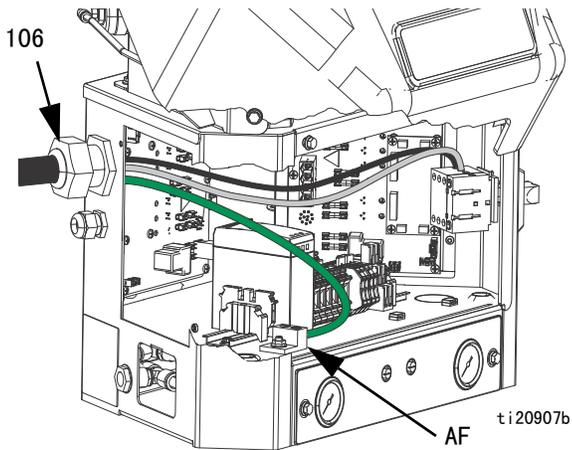

图 14
注释： 已安装的电源线扣 (106) 适配外径为 0.708-1.260 英寸的电线。参见图 14。如有需要，请使用扳手拧紧电源线扣，直至其紧固在电缆上。
5. 将电线插入电气外壳的电源线扣 (106) 中。参见图 14(第 20 页)。
7. 将地线连接到底板接地 (AF)。参见图 14。